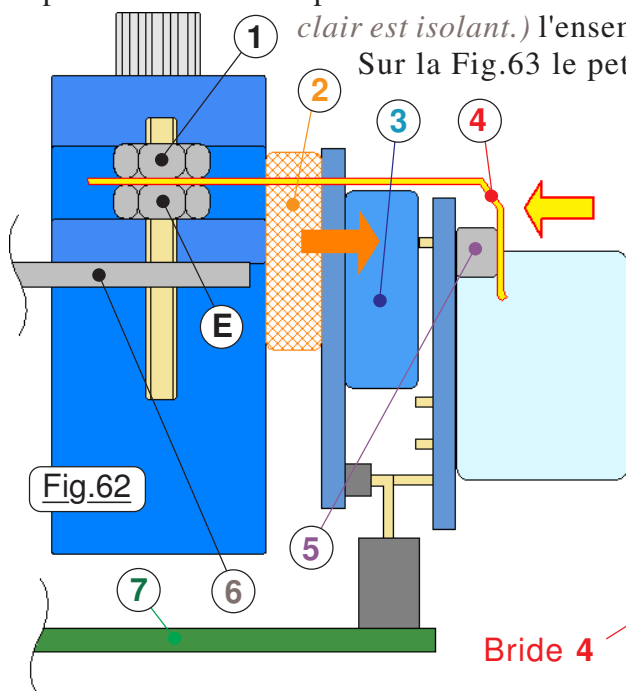

Fig.62
**P**our trouver une solution mécanique simple, considérons Image 31.JPG sur laquelle il est manifeste que l'écrou  $\phi$  M2 qui solidarise le servomoteur sur le châssis dépasse légèrement en hauteur au dessus du circuit imprimé du module capteurs à ultrasons. Ce détail permet d'agencer une toute petite bride métallique. Proposée en Fig.62 le dessin représente le petit servomoteur immobilisé sur le châssis **6** par l'écrou de liaison **E** la petite bride **4** qui plaque vers la gauche le quartz **5** du module ultrasons. Le module météorologique **3** est maintenu bien vertical par le petit bloc de mousse synthétique **2** intercalé entre son circuit imprimé et le servomoteur de la **Jambe D**. Comme **3** prend appui sur les dépassements de composants du module ultrasons, (*Pas de problème électrique car le boîtier bleu clair est isolant.*) l'ensemble est entièrement solidaire et plus rien ne peut bouger.